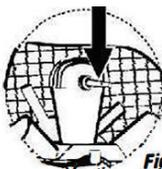

Fig. 7
3. Enrosque el conector al cabezal, coloque el porta filtros y asegúrelo con la mariposa. (Figs. 7, 8 y 9)